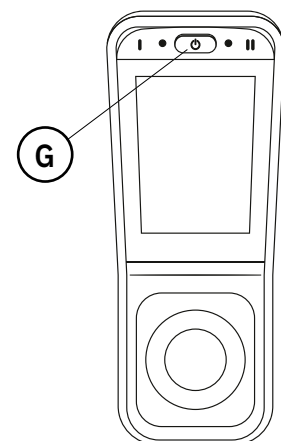

Abb. 5.12. Not-Halt auf der LiNX REM400.
Beim Fahren oder Einstellen von Sitzfunktionen lässt sich die aktuelle Bewegung durch Loslassen des Joysticks oder durch Drücken des Hauptschalters (G) unmittelbar anhalten, siehe Abb. 5.12. Die Bedieneinheit wird ausgeschaltet und die elektrische Funktion stoppt.